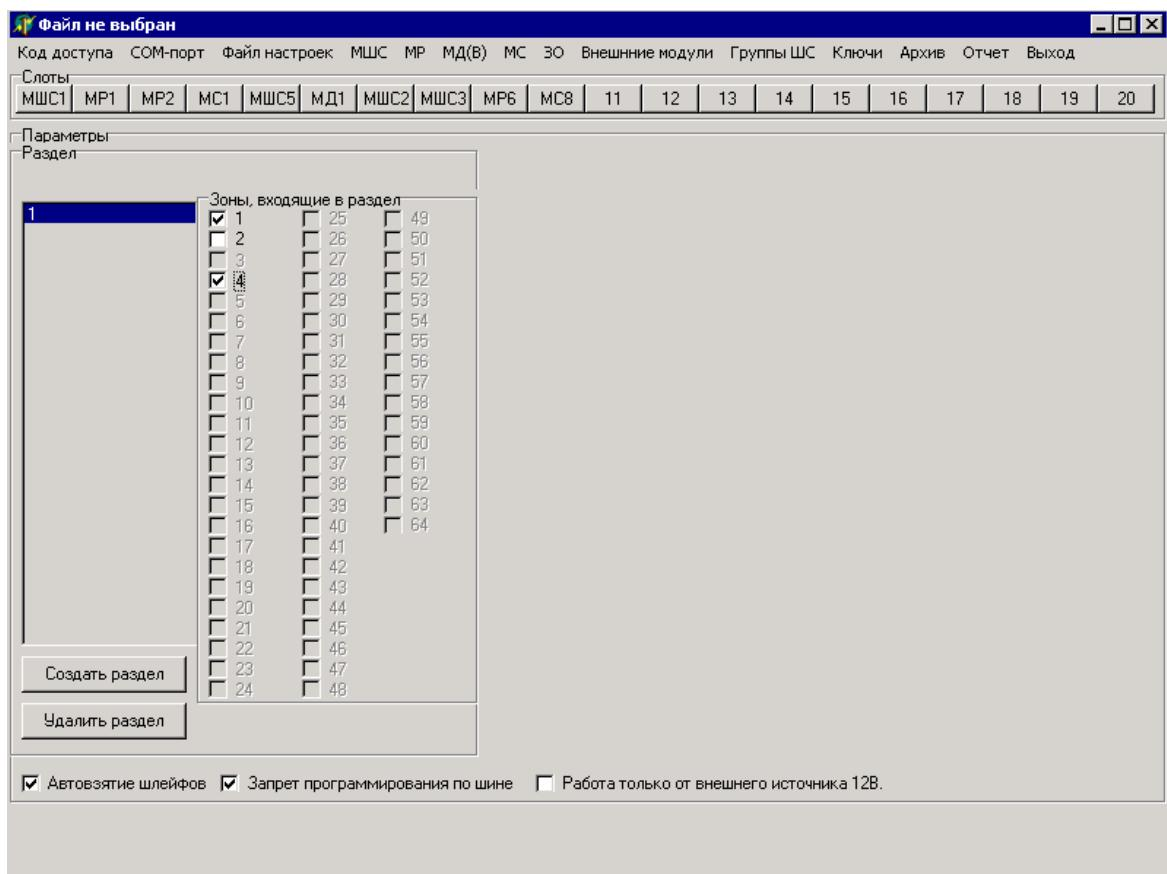

Рис. 17
2.1.5.6 При нажатии командной кнопки «Создать раздел» в конце списка разделов появляется новый раздел (первоначально пустой) с автоматически сформированным порядковым номером. В списке «Зоны, входящие в раздел» необходимо отметить значком «» те зоны, которые входят в текущий (создаваемый) раздел (рисунок 17). Одна и та же зона может быть включена в состав любого количества создаваемых разделов.